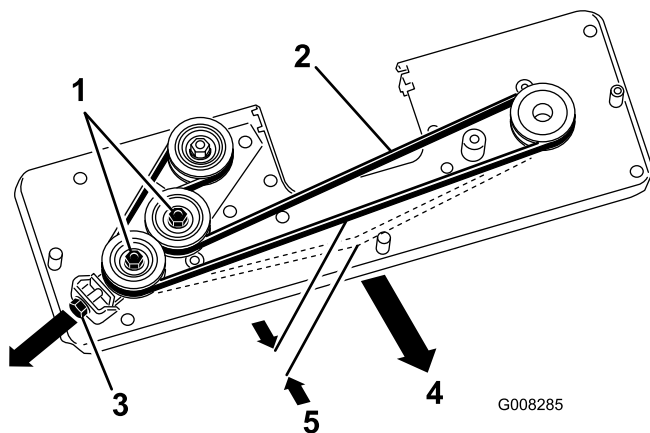

Figure 36
4. Desserrez les 2 écrous hex. sur la poulie de tension (Figure 36).
5. Réglez l'écrou M10 jusqu'à ce que la courroie présente une flèche de 5 mm quand elle est soumise à une force de 30 N (Figure 36).